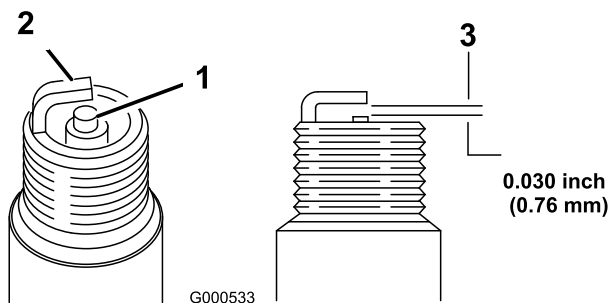

图45
1. 查看火花塞的中心（图45）。
2. 检查中心电极与侧电极之间的空隙（图45），如果空隙不正确，则弯转侧电极。